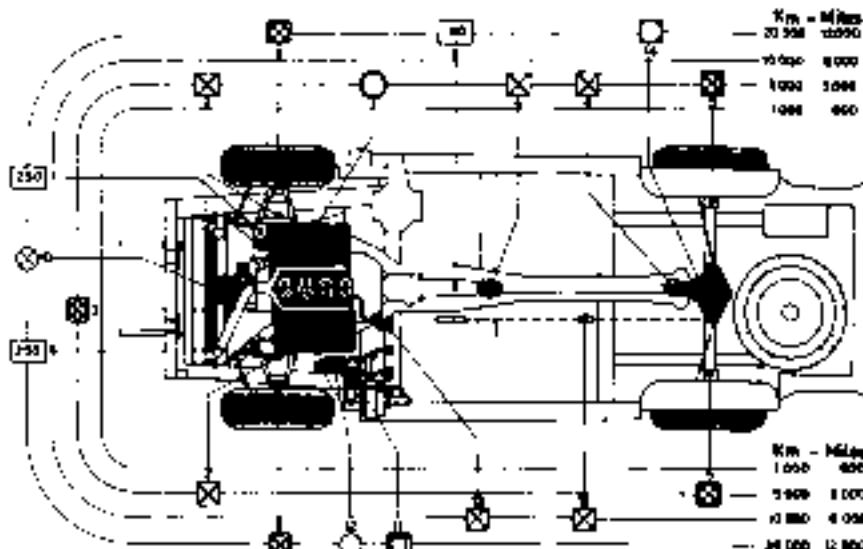

Fig. 45
**CORRISPONDENZA SCHEMA DI LUBRIFICAZIONE (Fig. 45)**
BRIFICATION (Fig. 45)**
(Fig. 45)**
**UEBEREINSTIMMUNG MIT DEM SCHMIERPLAN (Abb. 45)**